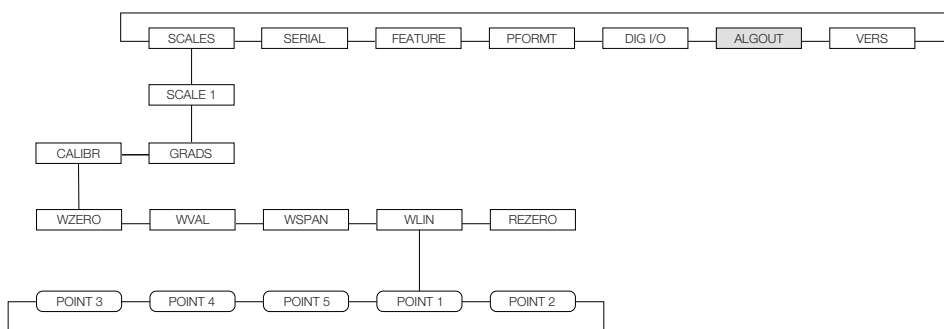
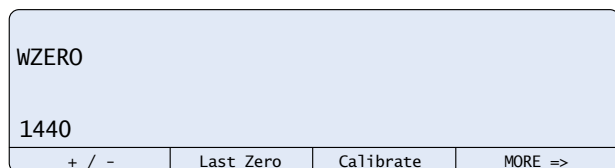

Figura 4-1. Submenú de calibración (CALIBR)
Figura 4-2. Pantalla de Calibración WZERO
Se utiliza el submenú CALIBR [CALIBRACIÓN] (bajo el menú SCALES [BÁSCULAS], vean la Figura 4-2) para calibrar el 720i.
2. Con el menú *SCALES [BÁSCULAS]* resaltado, presionar la tecla **Down [Abajo]**, luego seleccionar la báscula de ser calibrada. Presionar **Down [Abajo]** de nuevo (el parámetro *GRADS* quedará resaltado), luego presionar **Left [Izquierda]** para hacer resaltar el submenú *CALIBR* (vean la Figura 4-1). Presionar **Down [Abajo]** para ir a la calibración del cero (*WZERO*). Vean la Figura 4-2 en la página 51.